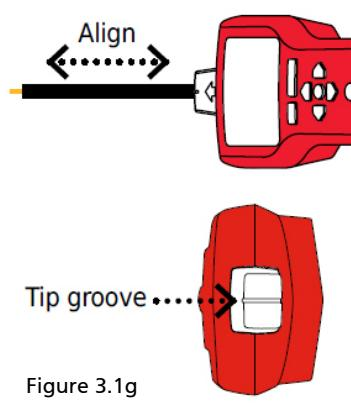

Figure 3.1g
5. Positionnement du récepteur : Pour de meilleurs résultats, alignez la rainure sur le capteur de pointe avec la direction du fil comme indiqué. Le signal peut être perdu si elle n'est pas alignée correctement. (voir Figure 3.1g)